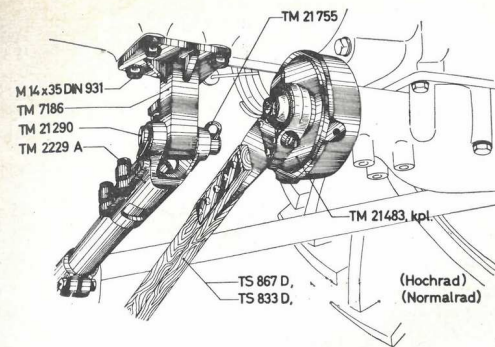

Fig. 5
4. Réunir la tête de palier TM 2229 A au support de fixation avant TM 7186 par l'axe TM 21 290 que l'on assurera au moyen de la goupille fendue TM 21 755 (Fig. 5).
7. Fixer la bielle de commande TS 867 D (pneus 11-36 ou 13-30, grande roue) ou TS 833 D (pneus 11-28 ou 9-36, roue normale) au plateau-manivelle TM 21 483, en serrant à fond la vis dont la tête se trouve vers le bas (Fig. 5).